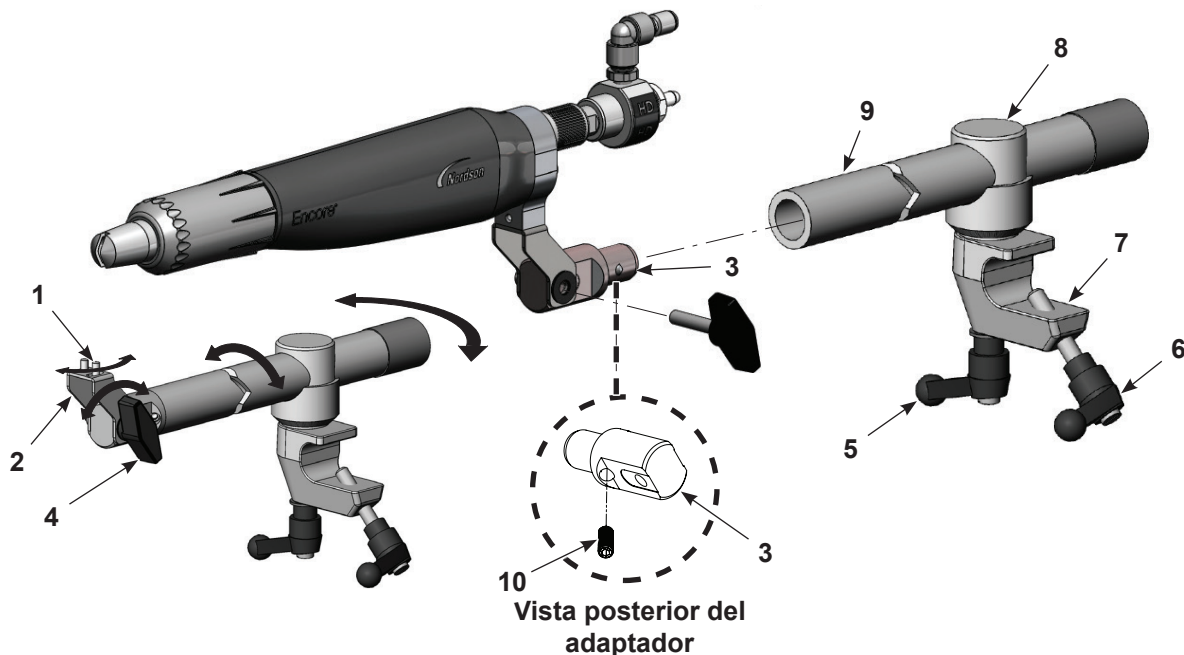

Figura 3-2 Montaje de una pistola de aplicación de montaje en barra
Ver la Figura 3-2. Instalar el adaptador de montaje en barra de la pistola de aplicación (3) en el extremo de la varilla de ajuste (9) y asegurarlo apretando el tornillo de ajuste (10) con una llave macho hexagonal de 4 mm.
- Para desplazar la punta de la pistola de aplicación de lado a lado, aflojar el tornillo de cabeza redonda derecho (1).
- Para inclinar la punta de la pistola de aplicación hacia arriba o hacia abajo, aflojar el botón de inclinación (4).
- Para girar la barra de ajuste en el eje del cuerpo de bloqueo (8) o en el cuerpo de bloqueo, aflojar la empuñadura de rotación (5).